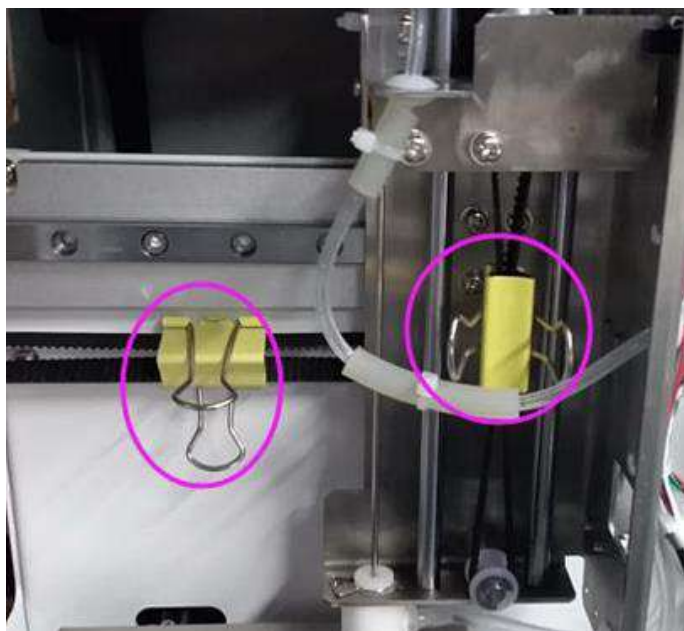

Рисунок 2-1 Зажимы для снятия
4. Снимите зажимы, которые удерживают два ремня в зафиксированном положении (см. Рисунок 2-1). Во избежание ударов и опрокидывания во время транспортировки среднее положение двух ремней фиксируется двумя временными зажимами.